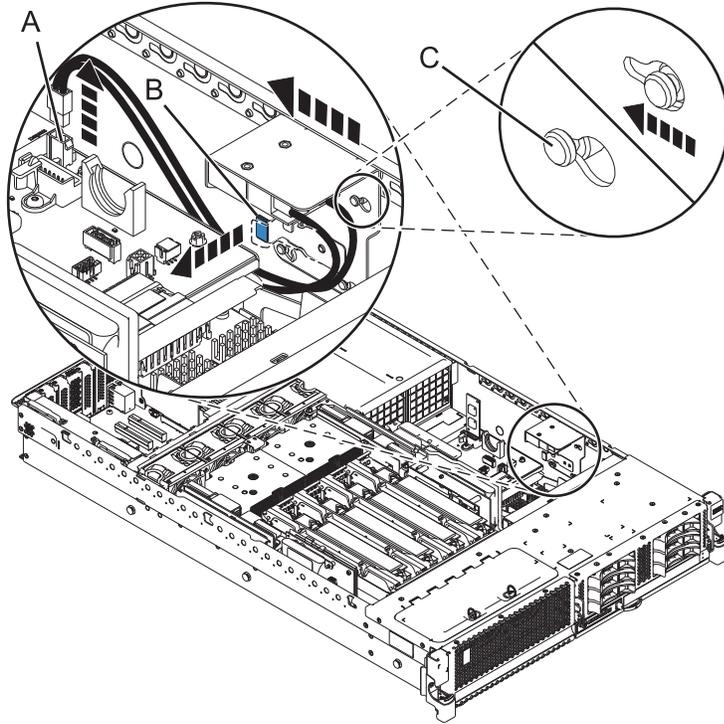

図1. ラック・マウント型システムのパワー・インターロック・スイッチの取り外し
9. 3 ページの図 1 に示すように、信号ケーブルをシステム・ボード (A) の接続場所から切り離します。
10. パワー・インターロック・スイッチをシャーシの右側の内壁に取り付けます。スイッチの下にある (B) の青いロックング・タブを引き、メカニズムを後方へ慎重にスライドさせ、(C) のねじホールドから外します。